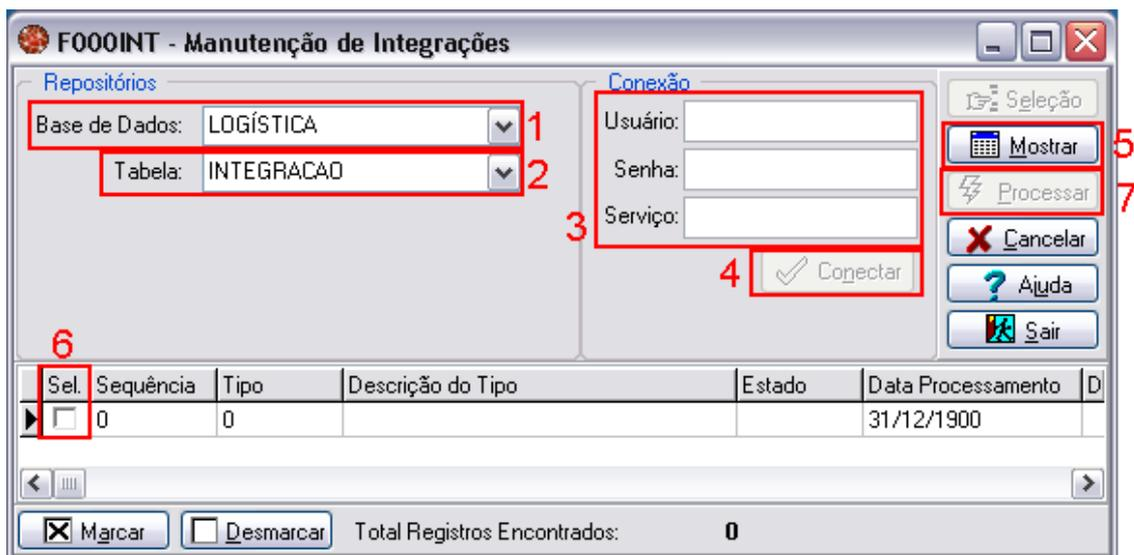

Figura 7
Para efetuar Manutenção dos Processos Automáticos siga o seguinte caminho no Sapiens Cadastros > Integrações > Manutenção de Integrações (tela F000INT) (figura 7). Nesta tela, no campo “Base de Dados:” deverá ser escolhida a opção LOGÍSTICA (1), neste momento deverão ser exibidas mais algumas opções na tela. Após isto no campo “Tabela:” deve ser escolhida a opção INTEGRAÇÃO (2), feito isto se deverá preencher os campos de conexão “Usuário”, “Senha” e “Serviço” (3) e pressionar “Conectar” (4) para conectar a base, e “Mostrar” (5) para mostrar os erros gerados na integração. Para selecionar os itens que devem voltar para o Sapiens, marque os (6) e pressione “Processar” (7), a partir deste momento o registro que possuía erro estará liberado para que seja corrigido e reintegrado.